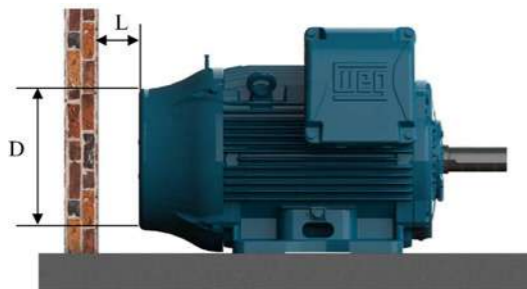

Figura 7.1 - Distancia mínima del motor hasta la pared.
- Que entradas y salidas de aire estén completamente desobstruidas. El mínimo espacio libre hasta la pared más próxima (L) debe ser $\frac{1}{4}$ del diámetro de la entrada de aire de la deflectora (D), ver Figura 7.1. El aire en la entrada del motor debe estar a temperatura ambiente.